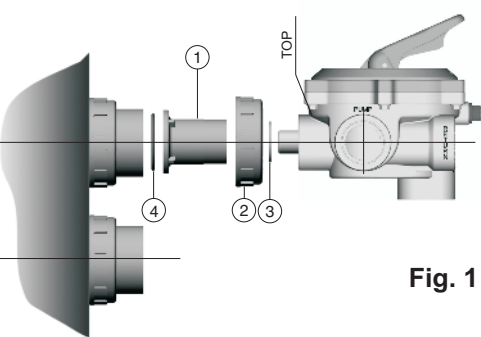

Fig. 1
- Monter le couvercle de sorte qu'il coïncide avec les repères (couvercle, corps, voir fig. 1)
- Terminer de fermer la vanne en utilisant les vis et boulons. (voir fig. 1).
- Montar la tapa posicionandola de forma que coincidan las marcas (Tapa-cuerpo, ver fig.1).
- Terminar de cerrar la válvula utilizando los tornillos y tuercas (ver fig.1).
- Visser le manchon (1) sur la vanne multivoie à la sortie qui indique TOP, en plaçant le joint plat (3) et l'écrou (2) selon figure 1. Serrer le manchon (1) fermement pour assurer une parfaite étanchéité.